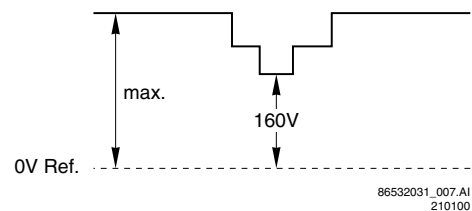

Figure 8-2
3. Connectez un oscilloscope (position 50 V/Div CC et 2 ms/Div) alternativement aux cathodes CRT (broche rouge 8, broche verte 6, broche bleue 11) et mesurez pour chaque cathode le niveau CC de l'impulsion de mesure (voir l'explication ci-dessus et la figure 8-2) et notez chaque valeur. Remarque : déclenchez l'oscilloscope externe via un signal CVBS (par exemple via la broche 19 de la connexion SCART1).